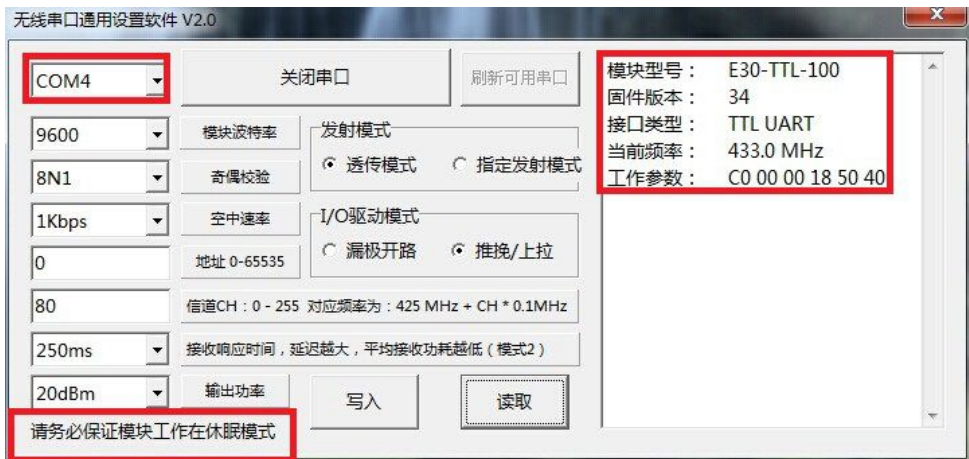

图 17 配套设置软件及参数操作
- 使用配套设置软件，应选择与模块相对应的串口，然后进行读取、设置，如图 17 所示。